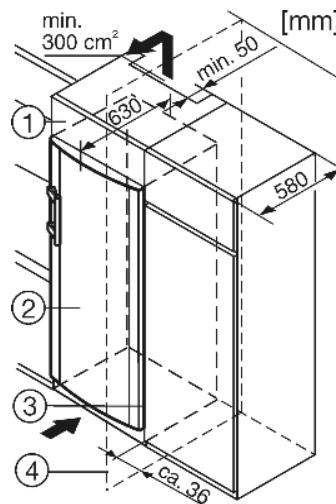

Fig. 14
- (1) Дополнительный шкафчик
- (2) Устройство
- (3) Кухонный шкаф
- (4) Стенка
При комбинировании с обычными кухонными шкафами (глубина макс. 580 мм) устройство можно установить непосредственно рядом с кухонным шкафом Fig. 14 (3). Дверца устройства выступает по сторонам на 34 мм и по центру устройства на 50 мм относительно передней стенки кухонного шкафа. Поэтому ее можно свободно открывать и закрывать. Важно для вентиляции:
Если устройство установлено на шарнирах у стены Fig. 14 (4), то расстояние между устройством и стеной должно быть не менее 36 мм. Настолько выступает ручка при открытой дверце.